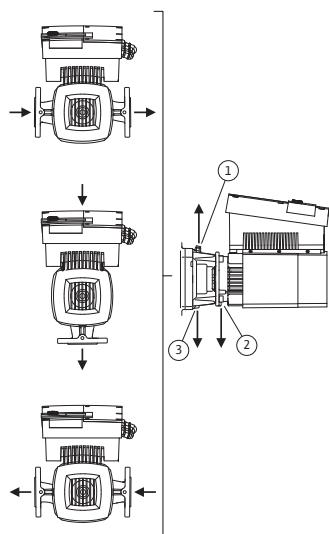

Fig. 23: Posiciones de instalación admisibles con el eje del motor horizontal
Las posiciones de instalación admisibles con el eje del motor horizontal y el módulo electrónico hacia arriba ( $0^\circ$ ) se muestran en la Fig. 23. No están representadas las posiciones de instalación admisibles con el módulo electrónico montado lateralmente ( $+/-90^\circ$ ). Es admisible cualquier posición de instalación, excepto «módulo electrónico hacia abajo» ( $-180^\circ$ ). La purga de la bomba solo se garantiza si la válvula de ventilación se orienta hacia arriba (Fig. 23, pos. 1). Solo en esta posición ( $0^\circ$ ) puede evacuarse directamente el condensado a través de los orificios existentes, la linterna (Fig. 23, pos. 3) y el motor (Fig. 23, pos. 2). Para ello, retire el tapón en la brida del motor (Fig. 7, pos. 7a).